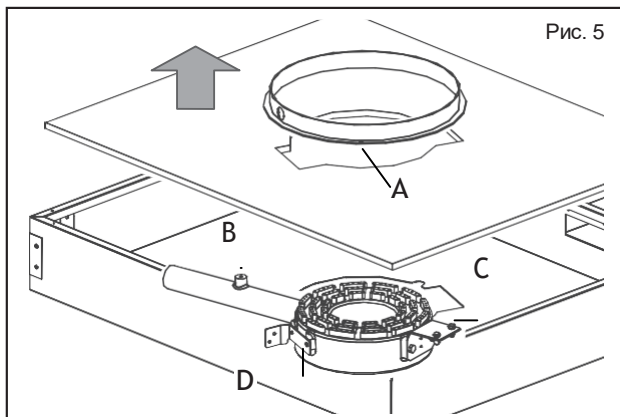

Рис. 5
**Варочная поверхность 900:** ослабьте крепежные винты теплопередающего кольца (рис. 5/А);
- снимите изоляцию и отвинтите горелку от камеры сгорания (рис.5/В+С);
- отвинтите опоры (рис.5/С+D) и прикрепите их к новой горелке;